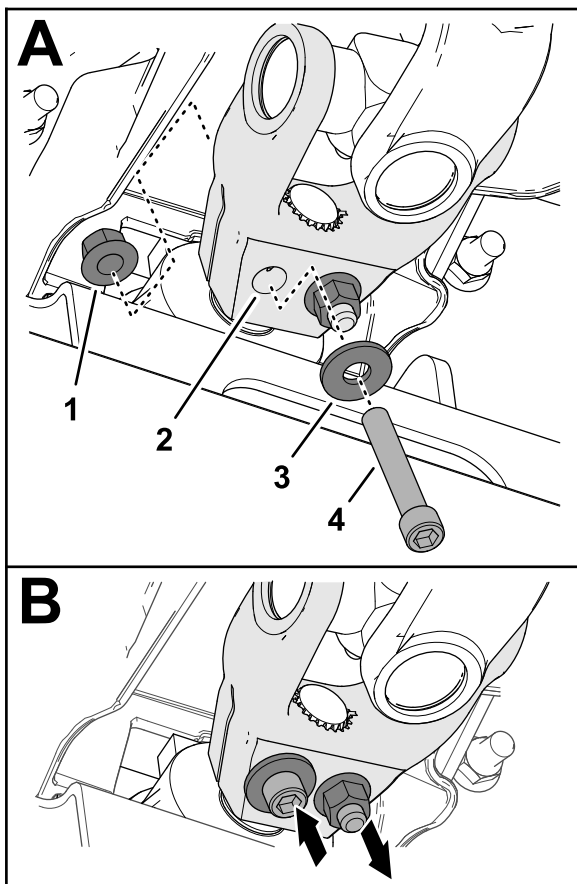

図 18
6. ソケットヘッドキャップスクリュー $\frac{3}{8}$ x $2\frac{1}{4}$ "にワッシャ $\frac{3}{8}$ "を通し、駆動シャフトのヨークの穴図 18に通して、フランジロックナット $\frac{3}{8}$ "で固定する。
7. ソケットヘッドキャップスクリュー $\frac{3}{8}$ x $2\frac{1}{4}$ "にワッシャ $\frac{3}{8}$ "を通し、駆動シャフトのヨークの穴図 18に逆方向から通して、フランジロックナット $\frac{3}{8}$ "で固定する。